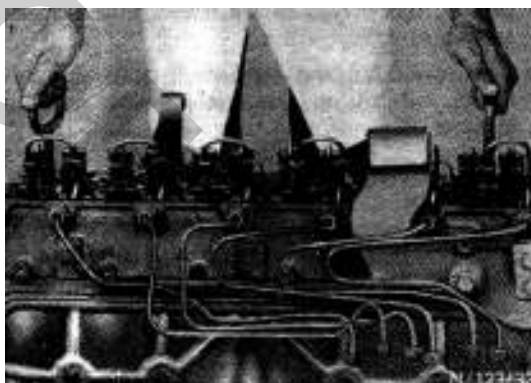

РИС. 8
- 15) Выкрутите болты крепления головки блока цилиндров в порядке обратном затягиванию (см. п. 072.40.07). Снимите головку блока цилиндров, используя ручки 3125890131 (рис. 8).